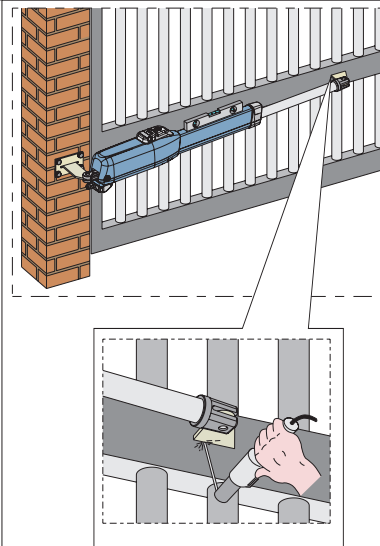

Fig. 12
- 9) Sluit de vleugel en zoek het bevestigingspunt van de voorste beugel op terwijl u de aandrijving perfect horizontaal houdt (fig.12).
- 10) Bevestig de voorste beugel voorlopig met twee laspunten (fig.12).